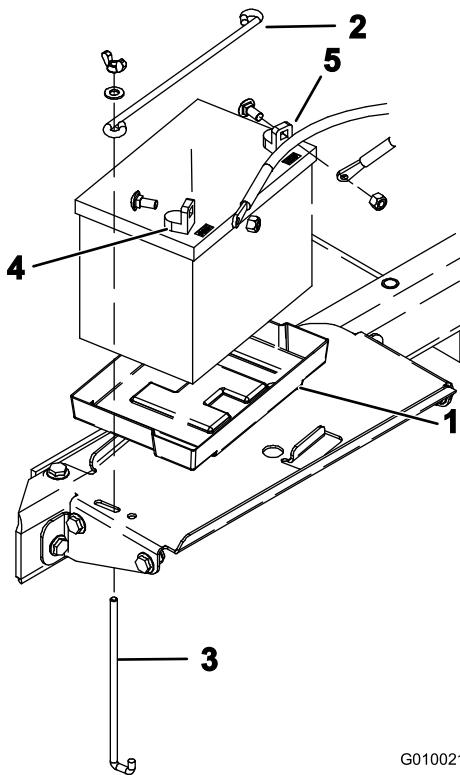

Bild 6
- Setzen Sie die Batterie in Batteriekastenuntersatz ein (Bild 6). Setzen Sie die Batterie so ein, dass sich die Pole außen befinden.
- Befestigen Sie die Batterie mit einer Batterieklemme, zwei Klemmstangen, zwei flachen Scheiben und zwei Flügelmuttern unten am Batteriekasten (Bild 6).
10. Befestigen Sie zuerst das positive Kabel (rot) mit einer Schlossschraube und einer Mutter am positiven (+) Batteriepol (Bild 6), schließen Sie dann das negative Kabel (schwarz) mit einer Schlossschraube und einer Mutter am negativen (-) Pol der Batterie an (Bild 6). Ziehen Sie den Gummischuh über den Pluspol, um Kurzschlüsse vorzubeugen.